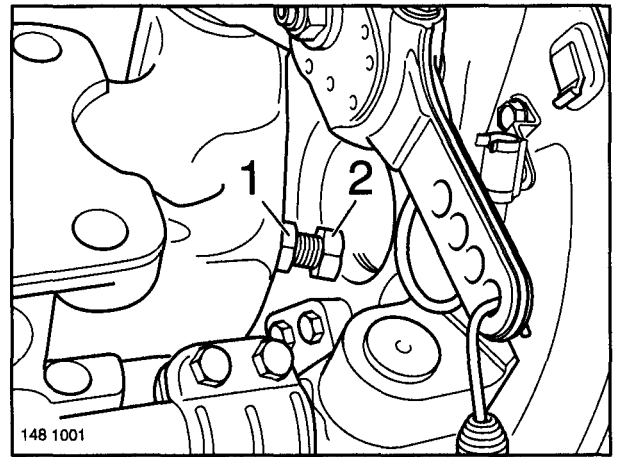

Fig. 1
- (2) If necessary, undo the lock nut (Fig. 1/1) of the stop screw (Fig. 1/2). Turn the stop screw sufficiently and re-tighten the lock nut.
- (3) Tighten the wheel nuts after the first journey under load conditions crosswise with a torque wrench to the specified torque.
- (2) Le cas échéant, desserrer le contre-écrou (figure 1/1) de la vis de butée (figure 1/2). Tourner la vis de butée en conséquence et resserrer le contre-écrou.
- (3) Après le premier parcours en charge, resserrer les écrous de roue en diagonale, au couple prescrit.
- (2) Ggf. die Kontermutter (Fig. 1/1) der Anschlagsschraube (Fig. 1/2) lösen. Anschlagsschraube entsprechend verdrehen und Kontermutter wieder festziehen.
- (3) Radmuttern nach der ersten Belastungsfahrt mit Drehmomentschlüssel über Kreuz mit dem vorgeschriebenen Drehmoment festziehen.